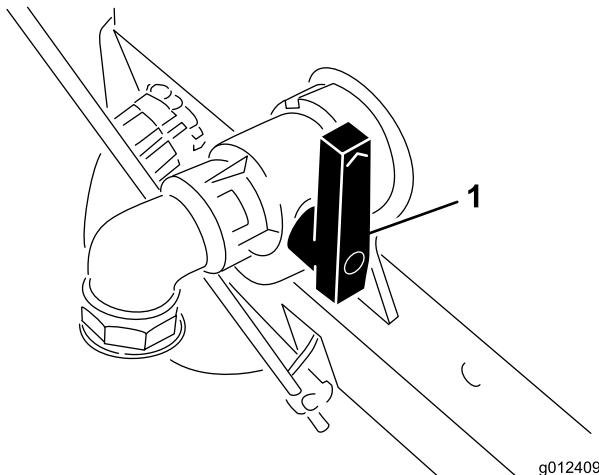

Figura 21
- Asegúrese de que la palanca de control de la pintura está en la posición deseada y que la válvula de vaciado del depósito (Figura 21) está cerrada.